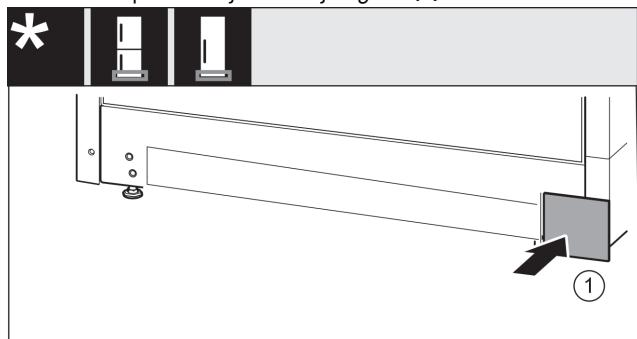

Fig. 17
- Oblogo ponovno namestite na drugi strani. Fig. 17 (1)